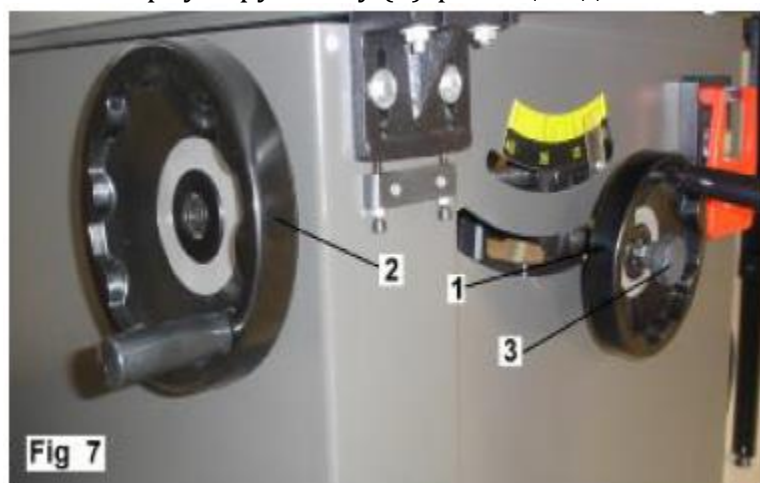

Рис.11
1. Установить маховичок (1) регулировки подъема и маховичок (2) регулировки угла установки на вал подъема и вал регулировки угла установки. **Рис.11**
2. Ввернуть рукоятку (3) фиксации дисковой пилы в маховичок регулировки подъема.